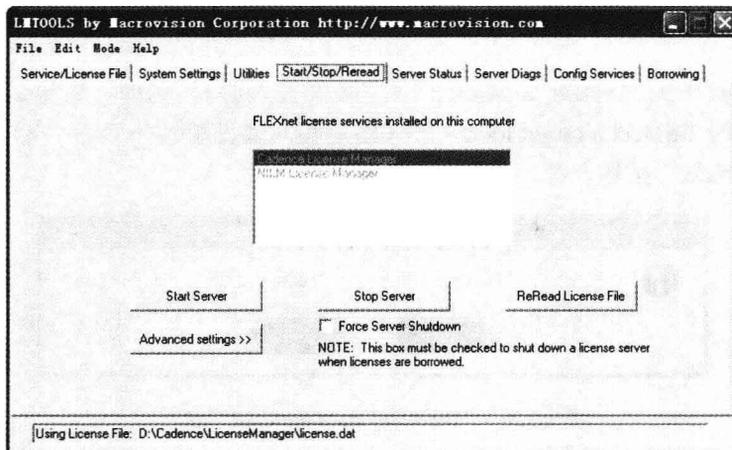

图 1.2.20 “Start/Stop/Reread”选项卡
(2) 单击“Start/Stop/Reread”选项卡，如图 1.2.20 所示。